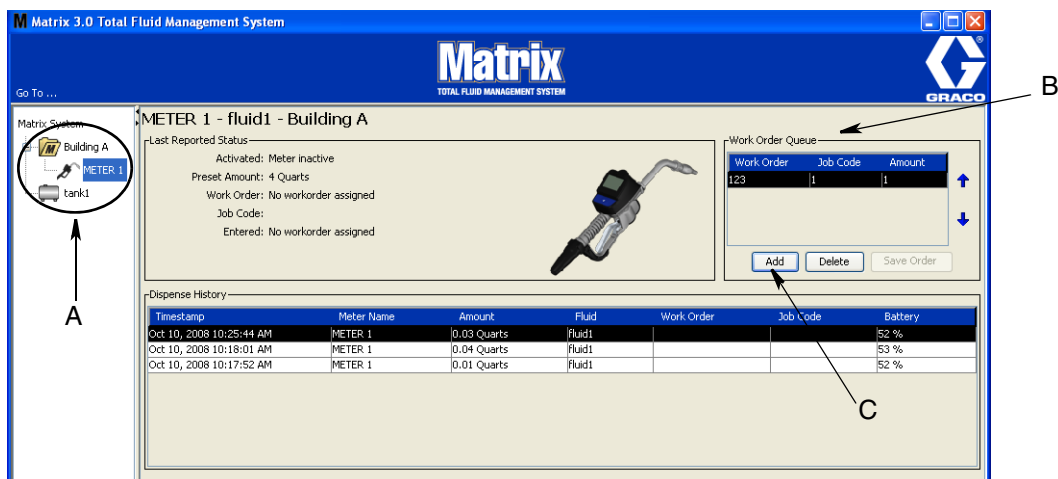

FIG. 117
1. Nell'area dei gruppi definiti dall'amministratore di sistema della schermata principale Matrix (A), selezionare il dosatore cui si sta inviando l'ordine di lavoro (FIG. 117).
2. Nella sezione della coda degli ordini di lavoro (B) della schermata, fare clic sul tasto Add (Aggiungi) (C) (FIG. 117). Sarà visualizzato un elenco di ordini di lavoro disponibili per questo dosatore.